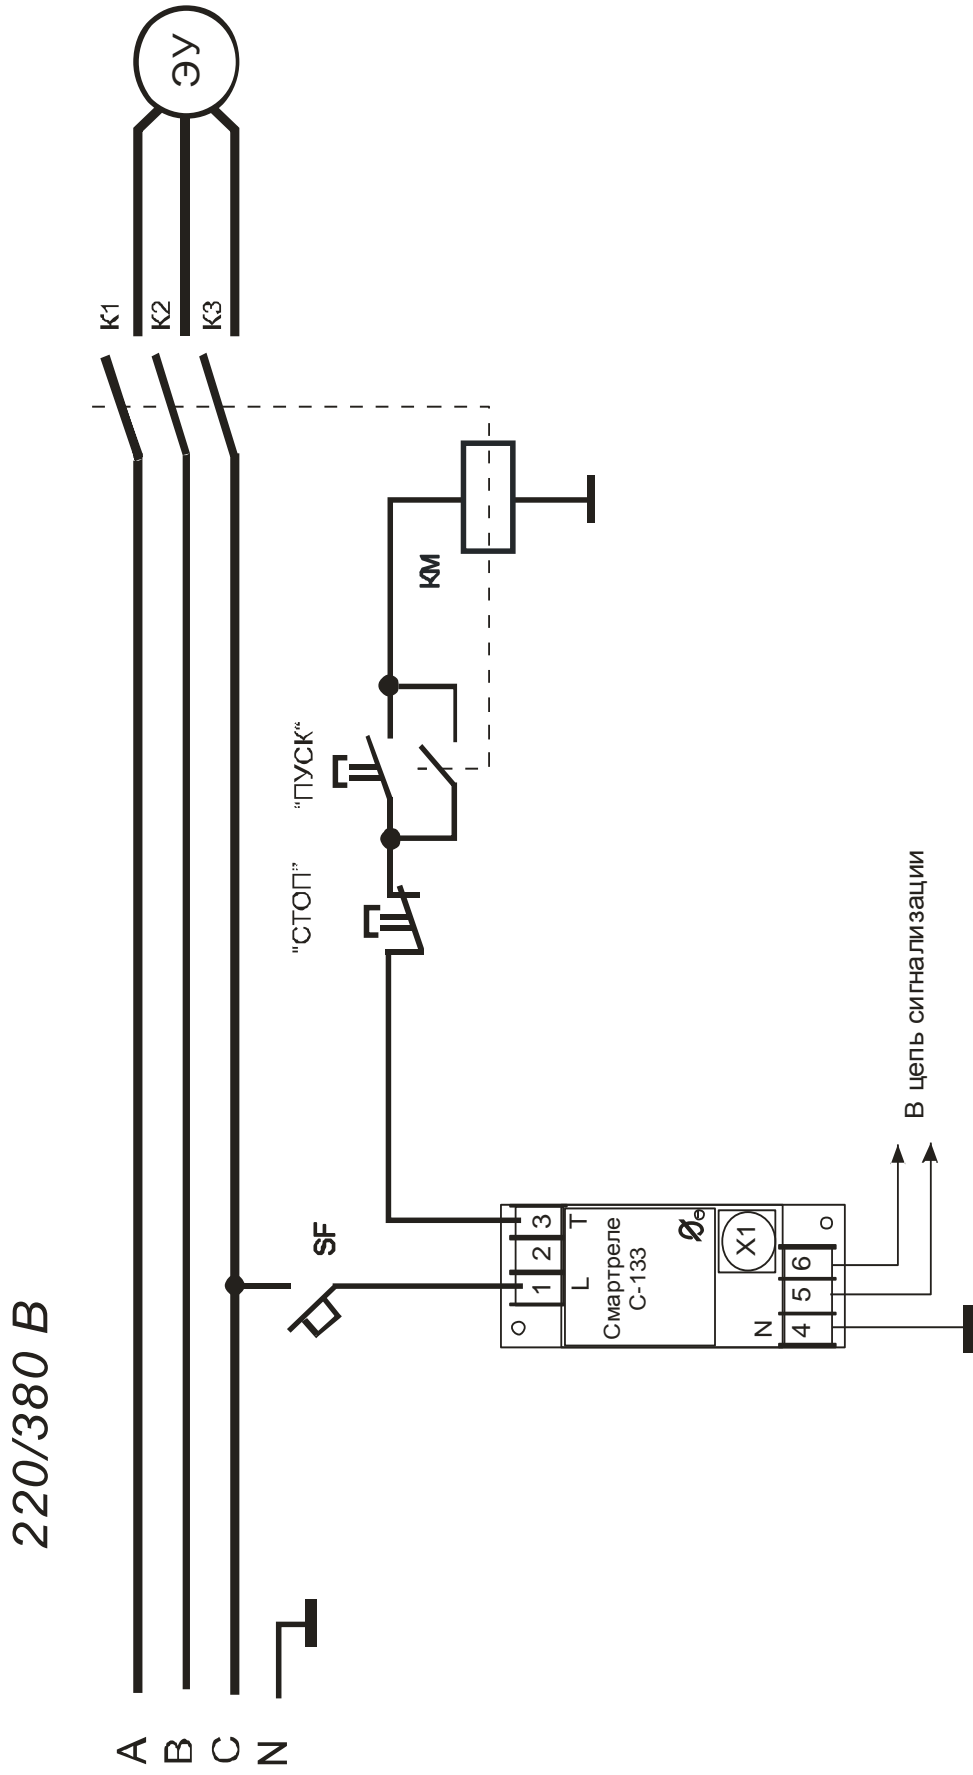

Рисунок 2 - схема включения СМАРТРЕЛЕ C-133 в цепь оперативного тока
7.2. Подключение реле производится в соответствии со схемой рис.2.